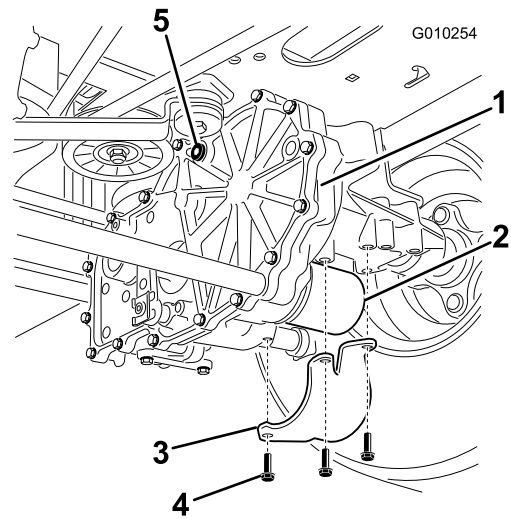

Figura 65
2. Porca – 5/16 pol. (2)
7. Localize o filtro e as proteções em cada sistema de transmissão (Figura 65).
8. Retire os três parafusos que prendem a proteção do filtro e retire a proteção (Figura 65).
4. Instale as proteções do filtro sobre cada filtro que removeu previamente (Figura 65).
5. Utilize os três parafusos para prender as proteções do filtro (Figura 65).
3. Instale o tampão de ventilação (Figura 65).